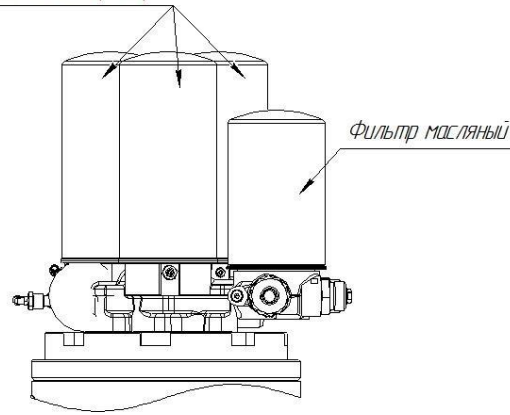

Рисунок 6
**8.3.5 Замена фильтра масляного (через каждые 4000 часов), но не реже одного раза в год (см. рисунок 6)**
**8.3.6** Замена фильтров-маслоотделителей (сепараторов) (через каждые 4000 часов), но не реже одного раза в год (см. рисунок 6)